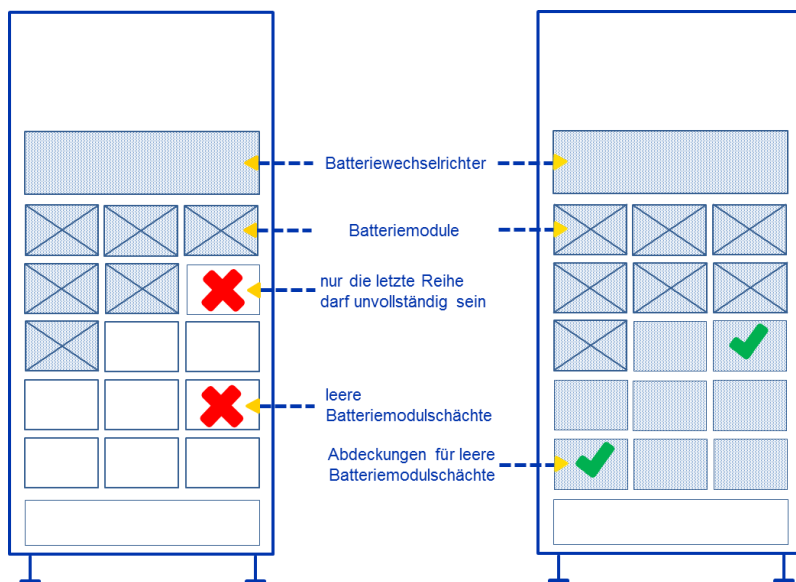

Abbildung 20: Batteriemodulmontage - links: falsch bestückter Schrank; rechts: richtig bestückter Schrank
- Für die Einbaureihenfolge Abbildung 20 beachten!
- Leere Batteriemodulschächte müssen unverzüglich mit den mitgelieferten Batteriemodulschacht-Abdeckungen versehen werden (siehe Abbildung 20).